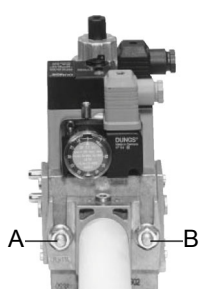
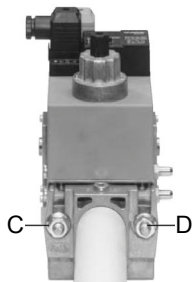
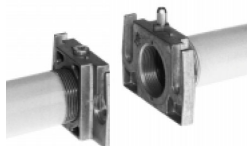

Рис. 2
Рис. 3
Рис. 4
3. Затянуть винты А, В, С и D (Рис. 2 - Рис. 3), соблюдая дистанции монтажа (Рис. 4);
ВНИМАНИЕ: после монтажа газовой рамы согласно схеме на Рис. 2, необходимо провести тестирование на герметичность газового контура, согласно требований действующих нормативов.